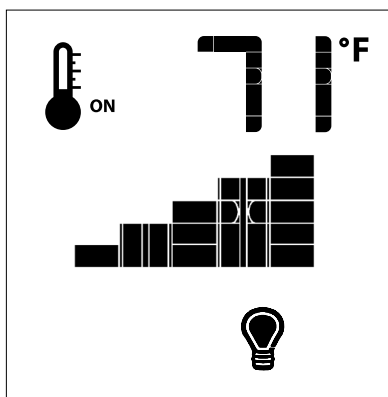

Fig. 16
L'intensité de la sortie peut être réglée sur six (6) niveaux. Utiliser les touches fléchées Haut/Bas (fig. 1) pour régler le niveau de sortie (fig. 16). Un seul bip confirme la réception de la commande.